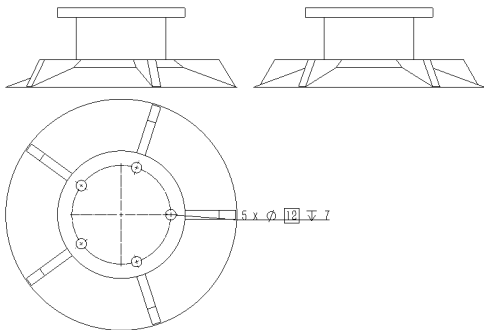

图 12-35 添加孔标注效果
(6) 依次单击【确定】按钮，即可添加孔标注，如图 12-35 所示。